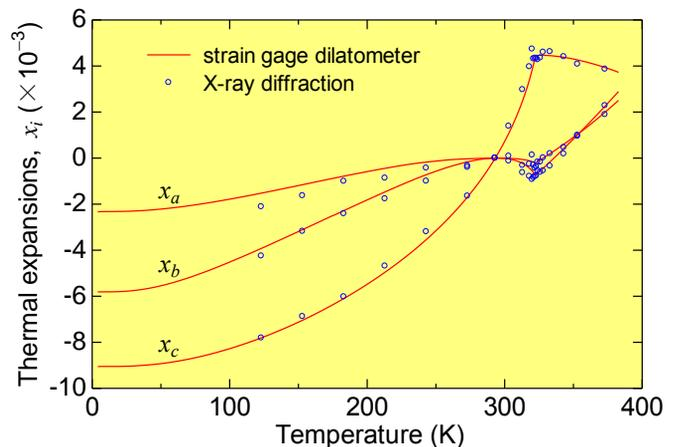

図2 熱膨張 x_a , x_b , x_c の温度依存性
- ▶ 本熱膨張計による結果（赤い曲線）と X線回折で測定した格子定数から求めた結果（青い丸）は良く一致していた（図2）。また、相転移点322.6 K付近で明確な変化が認められる。この熱膨張計で測定した単斜角 β の温度依存性も同様にX線解析の結果と良く一致していた。